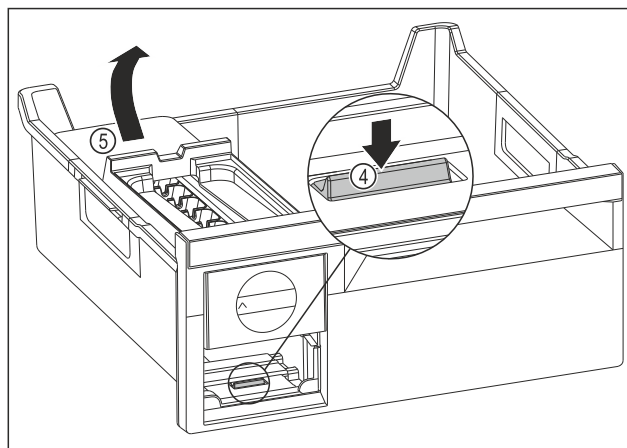

Fig. 144
- ▶ EasyTwist-Ice-corpus wegnemen: Strip Fig. 144 (4) met uw vinger omlaag drukken en gelijktijdig met de andere hand de EasyTwist-Ice-corpus Fig. 144 (5) van achteren optillen.